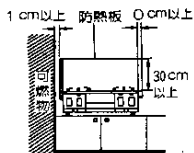
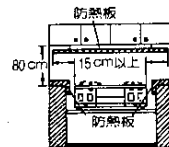

図1
図2
- 可燃性の壁から15cm以上(天井面は100cm以上)離せない場合(図1、図2) 別売防熱板(コードNo15-100-0084・85-0112)
- 調理台・流し台の上面が可燃性で、器具のトッププレートとほぼ同じ高さの場合(図2) 別売防熱板(コードNo15-100-0105)